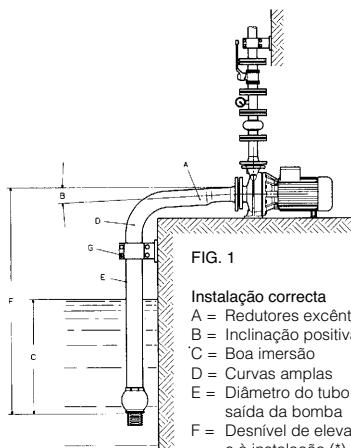

FIG. 1
5.5 Tubos de aspiração e compressão (ver esquema da fig. 1)